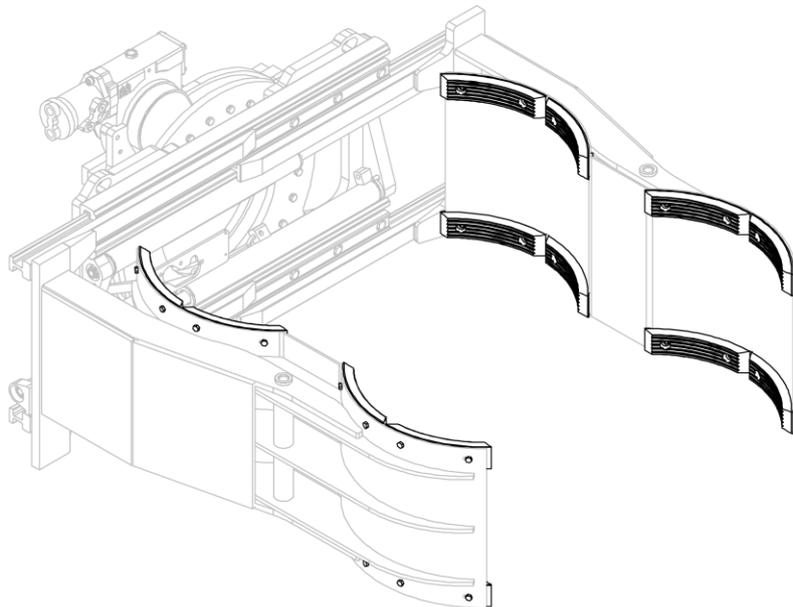
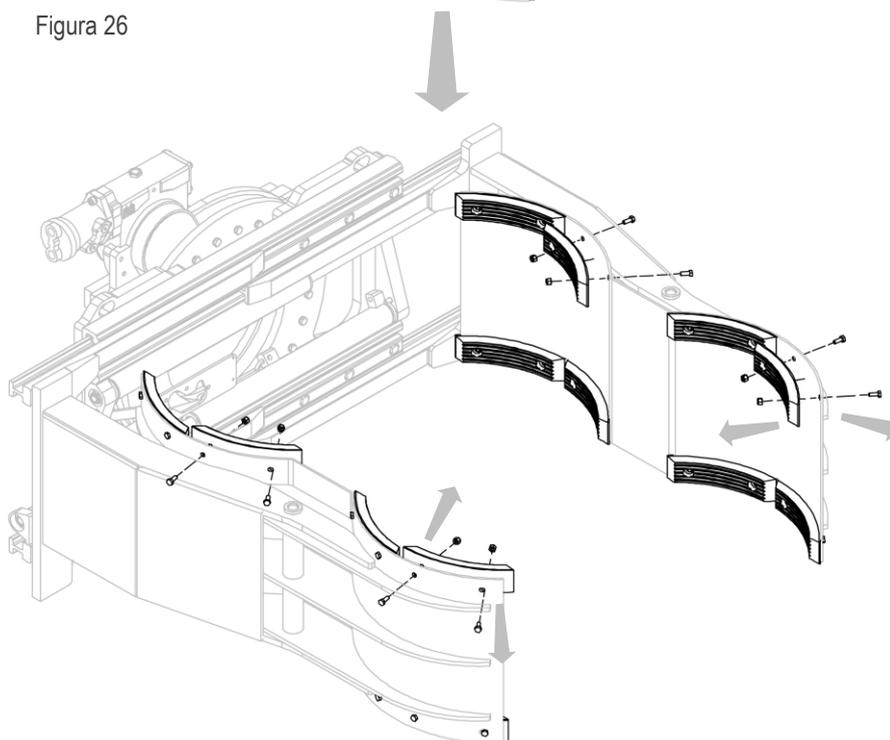

Figura 26
Figura 27
3. Rimuovere le piastre gommate dopo aver rimosso le relative viti e dadi (vedi *Figura 26* e *Figura 27*).